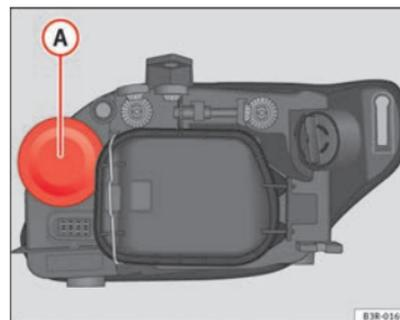

Fig. 206 Lámpara luz intermitente
- Extraiga la tapa de goma ⇒ fig. 206 tirando de ella.